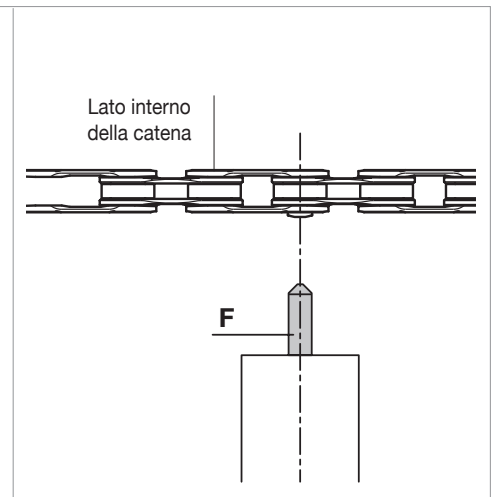

Fig.18
- Verificate che la punta conica dello spintore sia in asse con il centro della bussola ULTRA-LINK 5-CN-SR700 (**Fig.18**).